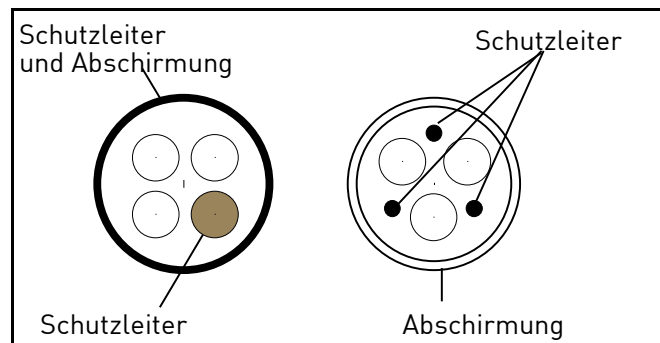

Abbildung 17.
- 2 = Symmetrisches Leistungskabel mit konzentrischem Schutzleiter für spezifische Netzspannung. (MCMK o. Ä. empfohlen). Siehe Abbildung 17.
- 3 = Symmetrisches Leistungskabel mit kompakter niederohmiger Abschirmung für spezifische Netzspannung. [MCCMK, EMCMK o.Ä. empfohlen; empfohlene Übertragungsimpedanz der Kabel (1 Mhz bis 30 MHz) max. 100 mOhm/m]. Siehe Abbildung 17.